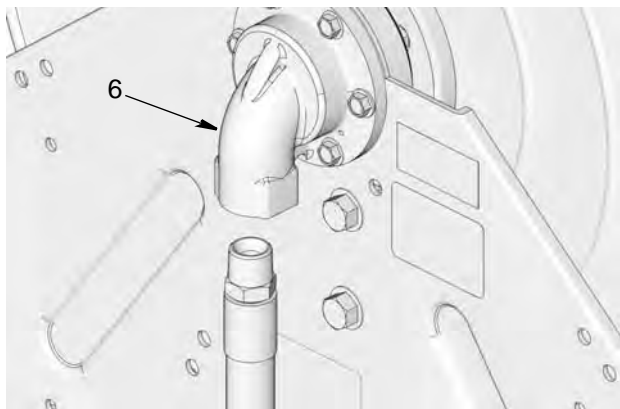

Рис. 31
3. Прикрепите впускной шланг ко впускному патрубку (6) (Рис. 31).